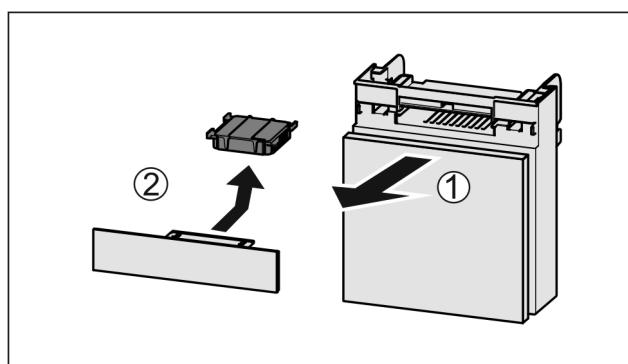

Fig. 101
► Fach nach vorne herausziehen *Fig. 101 (1)*.
► Aktivkohlefilter entnehmen *Fig. 101 (2)*.